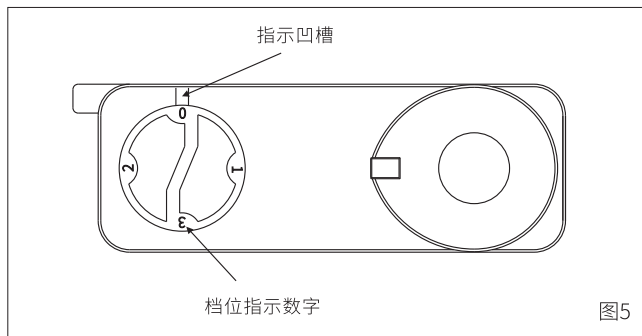

图5
7. 调整档位调节旋钮, 当指示箭头对准那个数字及那个档位被接通(图5);